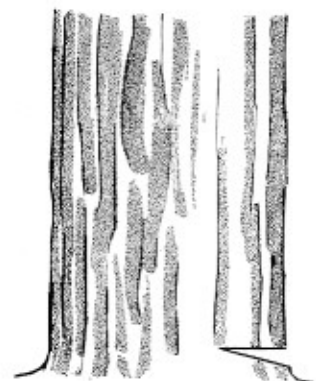

Fig 6.
1. I stammar som svärdet räcker igenom göres fällhugget med skjutande kedja och med så spetsig vinkel som möjligt. Sträva efter att göra det undre snittet snett uppåt och det övre snittet vågrätt. Övre snittet skall då vara i plan med det tänkta fällskäret. Se fig 6, 7 och 8.